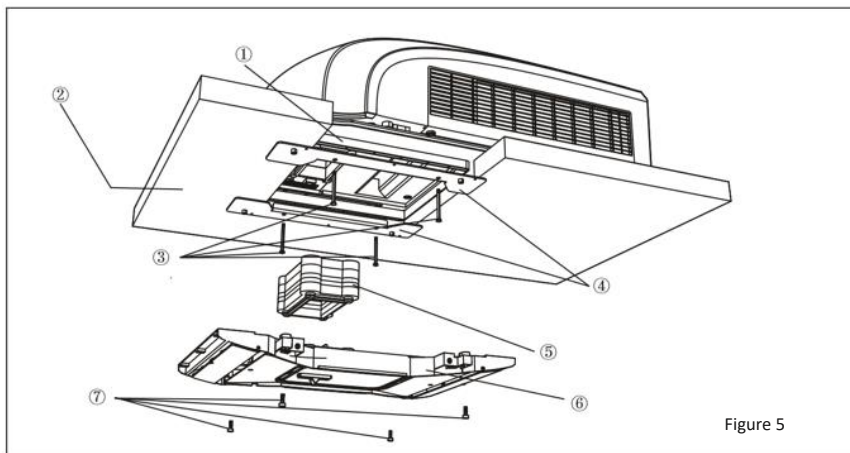

Figure 5
3. Les supports de montage doivent se superposer à la surface du plafond du véhicule. Serrez les boulons en croix et assurez-vous que les trous des vis sont alignés avec les trous de l'adaptateur. Le couple de serrage maximal sur les boulons (4) est de 1,8 Nm (voir figure 5).